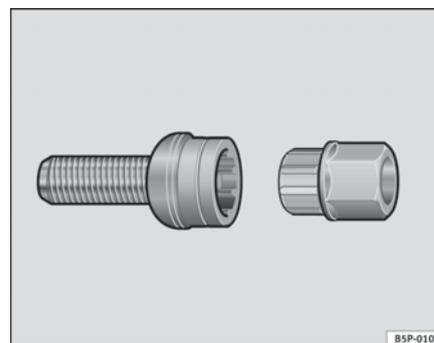

Fig. 145 Tornillo anti-robbo de la rueda ▶
- Coloque el adaptador hasta el tope en el tornillo antirrobo de la rueda ⇒ página 221, fig. 145.